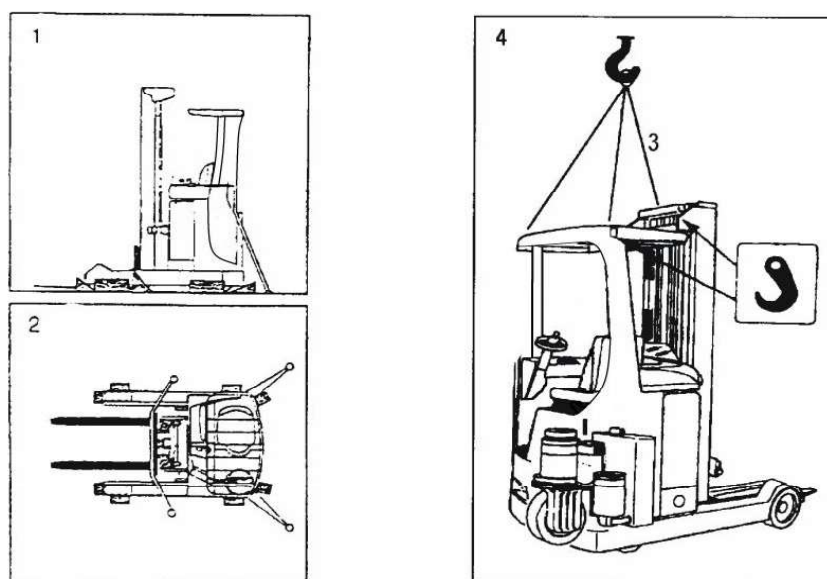

Fig. 2.1-1
Imobilizar as rodas de carga e a motriz contra movimentos imprevistos com 2 cunhas cada e, lateralmente, com ceps de madeira. (Fig. 2.1-1; itens 1 e 2)
A fim de transportar o veículo em caminhão ou vagão, com segurança, devem ser colocados calços e o mesmo deve ser amarrado com cordas ou cabos de aço (Fig. 2.1-1; item 3).
Na torre de elevação (Fig. 2.1-1;item 4) e no teto de proteção do operador dispõe-se de pontos de içamento. Para a elevação devem ser enlaçadas, no estado abaixado, as travessas superiores da torre de elevação e as vigas do teto de proteção do operador, por meio de duas cintas têxteis.